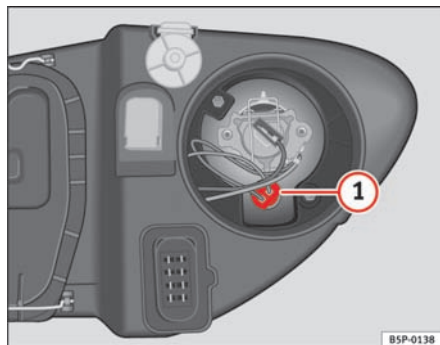

Fig. 186 Positionsllys
- Tag fatningen ⇒ fig. 186 **1** ud.